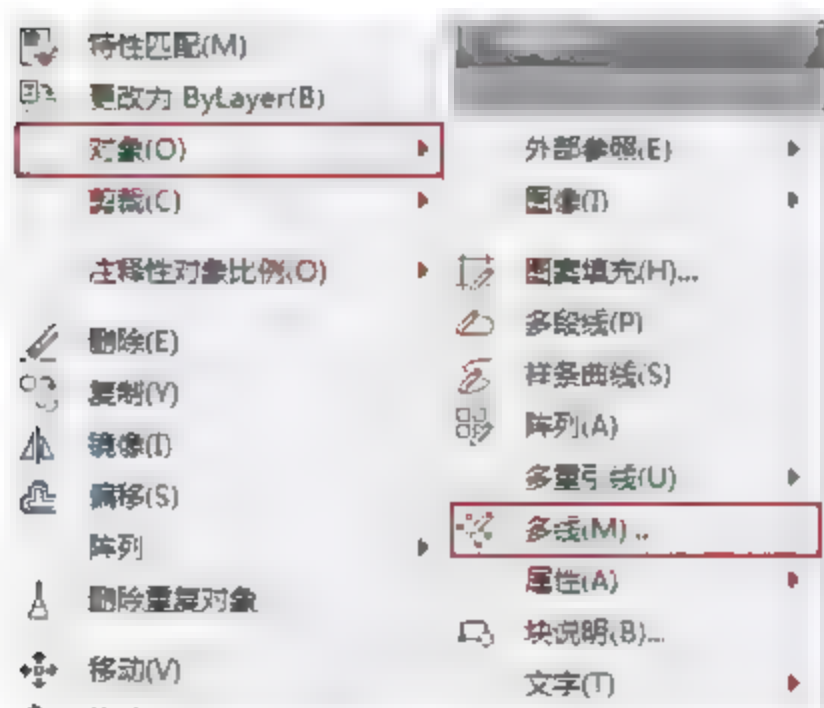

图3-35 选择命令
- 菜单栏:选择菜单【修改】|【对象】|【多线】命令,如图3-35所示。